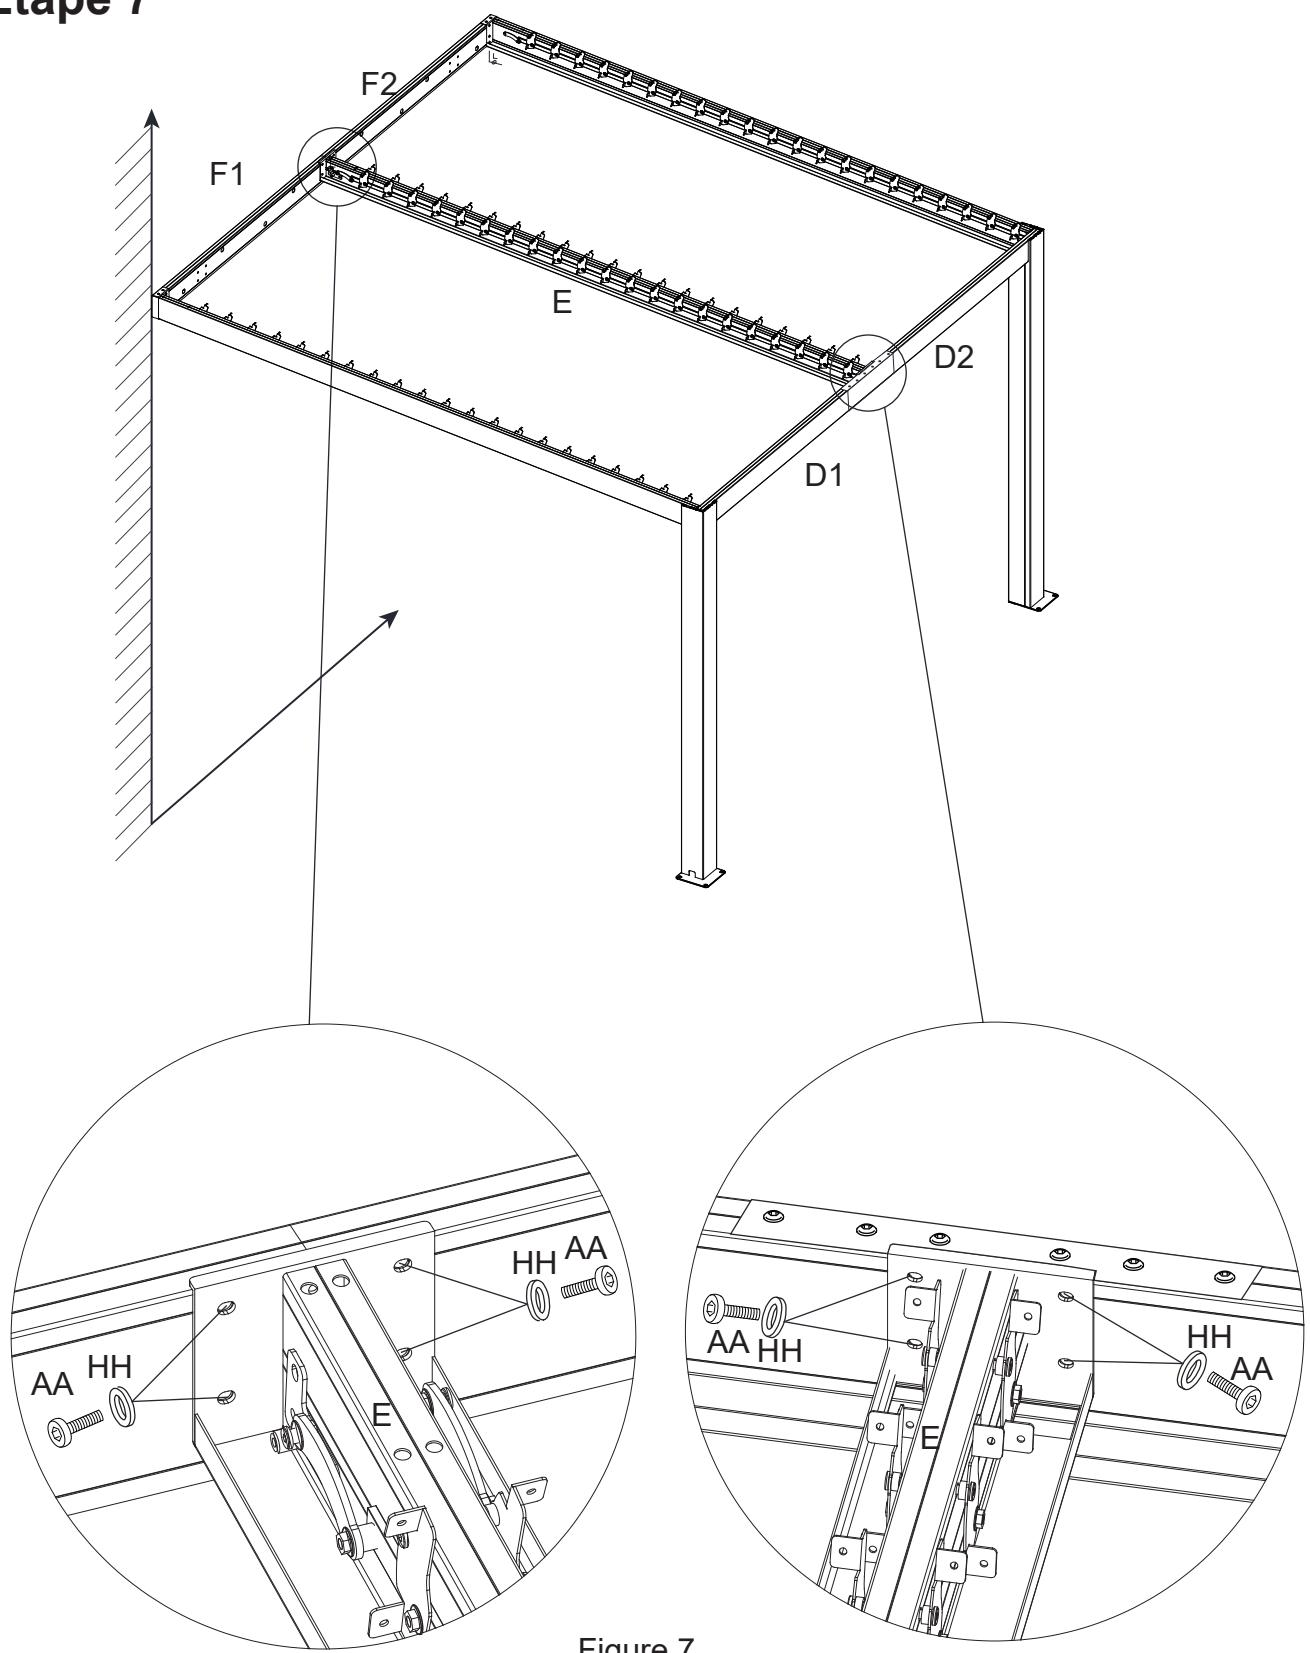

Figure 7
Figure 7. Reliez une extrémité de la traverse centrale (E) aux traverses avant (D1/D2) et l' autre extrémité de la traverse centrale (E) aux traverses arrière (F1/F2) à l aide des boulons (AA) et des rondelles (HH).